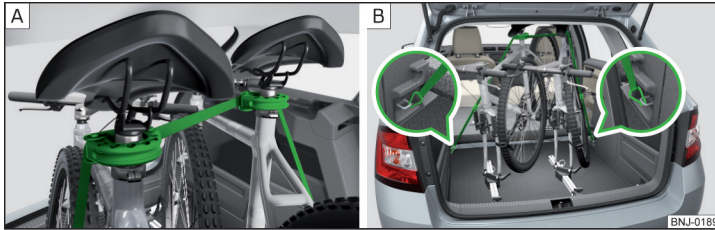

Fig. 99 Asigurarea stabilității bicicletelor cu ajutorul unei curele
- La transportarea a două biciclete, tensionați cureaua între cele două șei, prin deplasarea prin împingere a unei biciclete față de cealaltă » fig. 99 - [A].
- Prindeți carabinele de la capetele curelei în inelele de ancorare de jos ale scaunelor spate » fig. 99 - [B].